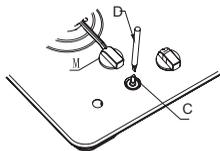

рис.7
- Регулировка положения режима минимального пламени заключается в следующем (рис. 7): Зажгите конфорку и поверните ручку в положение "минимальное пламя". Снимите ручку "М", движением "на себя". Вставьте небольшую отвертку "D" в паз верхней части стержня "С" и вращением винта по часовой или против часовой стрелки отрегулируйте минимальный огонь.